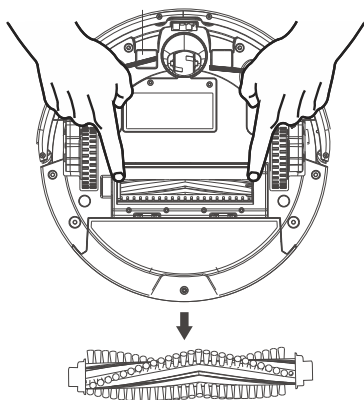

Рисунок 1
- Дважды в неделю снимайте основную (щетинную) щетку и очищайте ее направляющие, а также саму щетку с обеих сторон. (См. рис. 1)